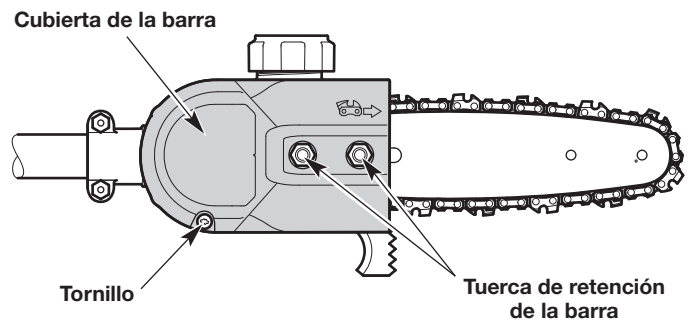

Fig. 13
1. Extraiga el tornillo y dos (2) tuercas de retención de la barra (1/2 pulgada) (Fig. 13).
2. Extraiga la cubierta de la barra (Fig. 13).
1. Afloje las tuercas de retención de la barra, pero no las quite (Fig. 13).